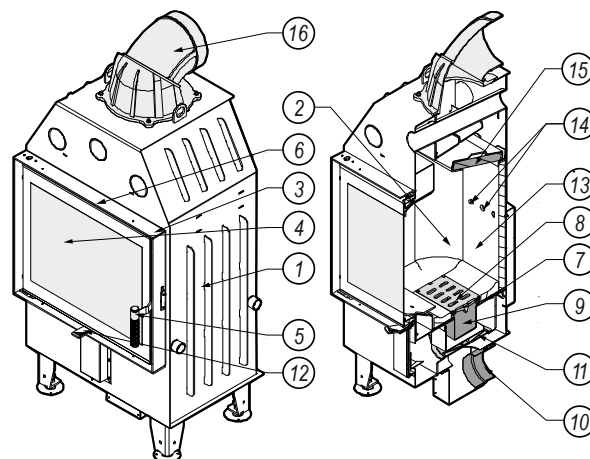

Abbildung 1. Aufbau des Kamineinsatzes DEFRO HOME INTRA mit der Schwenktür
Der Körper des Kamineinsatzes (Abb. 1 - 1, 2, 3) besteht aus einem Stahlmantel, in dem der Feuerraum (2) integriert ist. Der Hauptbestandteil des Kamineinsatzes ist sein Boden mit der Verbrennungsluftzufuhr. Die Rückseite und die Seitenwände des Feuerraums sind mit feuerfestem Beton ausgekleidet. An der Frontseite des Feuerraums befindet sich dieahltür (3) mit dem feuerfesten Glas (4) und dem Türverschluss (5).